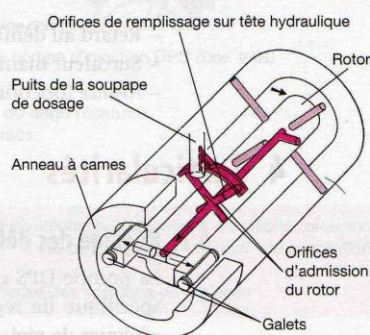

Figure 43.2. Phase admission (Doc. Delphi-Diesel)
- Deux canaux de remplissage assurent une alimentation optimale du rotor (fig. 43.2).